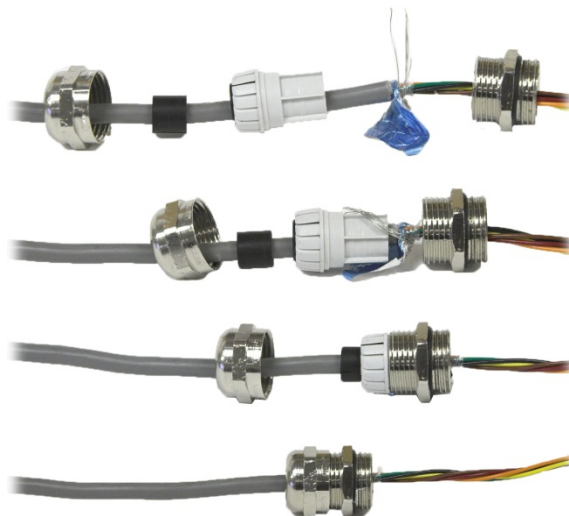

Figura 2-23: Aterramento para Blindagem de Cabo
5. A blindagem do cabo deve ser aterrada para o gabinete IND570 distribuindo os fios blindados como mostrado na Figura 2-23 e, em seguida, inserida de volta no componente plástico do prensa-cabo antes de ser pressionada no corpo rosqueado.